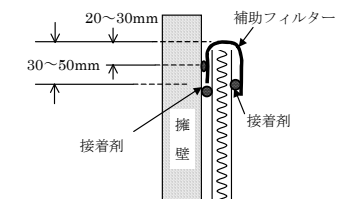

図 II-5 「グリ・シート」上下両端部の処理
- ② 「グリ・シート」の上下両端部を土砂などが流入しないように補助フィルターで覆い、接着剤で処理する。（図 II-5）